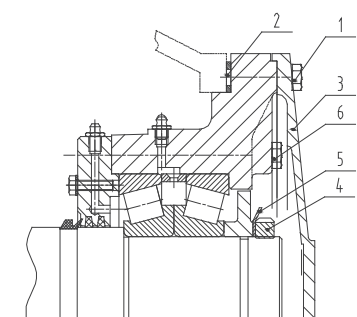
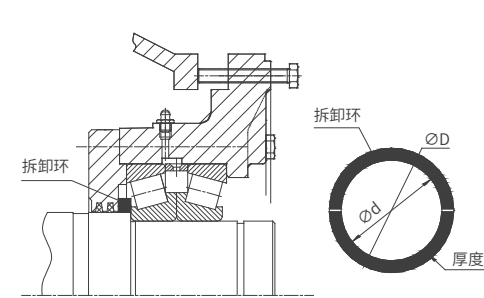
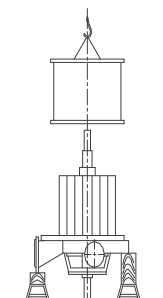

图11后轴承结构图
图12
图13（立式装拆）
参看图11
- c、松开均匀分布的螺栓6，在轴承内压盖与轴承之间放入分半拆卸环（见图12），然后，重新均匀地上紧螺栓6。用拆卸前轴承的方法，将后轴承体、轴承内盖、轴承一齐拆下。
由于2BE1 503~705的轴承过盈量较大，用图11、图12的方法难以将轴承拉出，可将前后轴承部件拆至图13，然后以轴承内圈为受力点，套入分半圆环将轴承拉出。具体方法可参照机械工程手册有关轴承的拆卸方法。